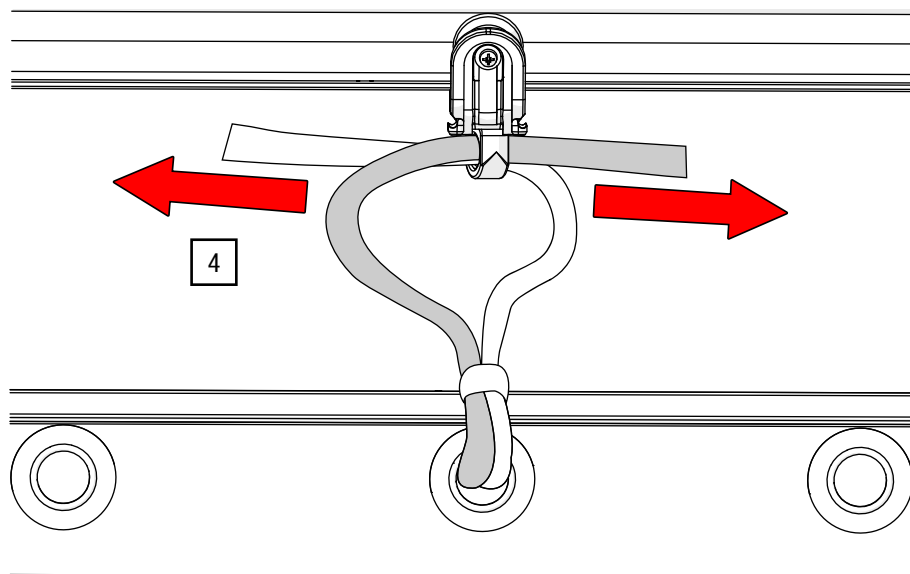

Abb. 92: Bindeband – Entgegengesetzt durch Laufwagen ziehen
4. Ziehen Sie die zwei losen Enden des Bindebands entgegengesetzt durch die Öse des G-TRACK-Laufwagens und stellen Sie die gewünschte Vorhanghöhe ein (siehe Abb. 92).